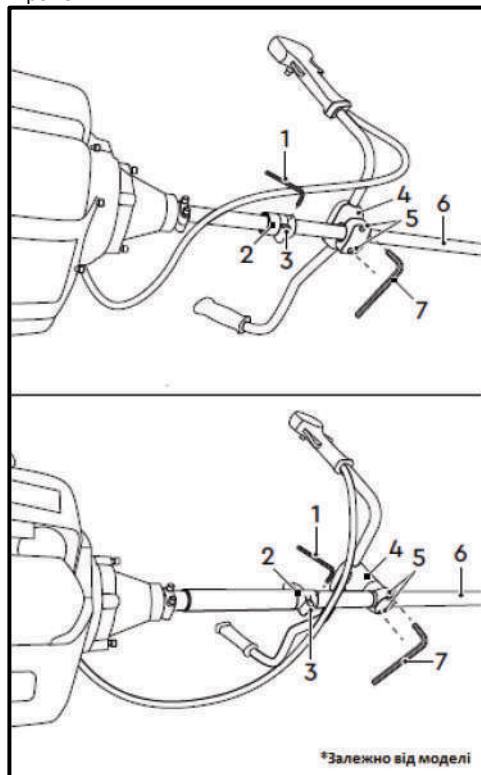

Рис. 32
**Якщо не вдається отримати рекомендоване положення мотокоси (Рис. 32):**
- Послабте ключем (7) (5 мм) гвинти (5) кріплення (4) рукояток.
- Послабте ключем (1) (4 мм) гвинт (3) кріплення (2) ременя.
- Просуньте вздовж штанги (6) кріплення (4) рукояток та кріплення (2) ременя. Для збільшення відстані від ріжучого приладдя до землі слід переміщувати кріплення (4) рукояток та кріплення (2) ременя в напрямку від двигуна, а для зменшення – до двигуна.
- Затягніть ключем (7) (5 мм) гвинти (5) кріплення (4) рукояток.
- Затягніть ключем (1) (4 мм) гвинт (3) кріплення (2) ременя.